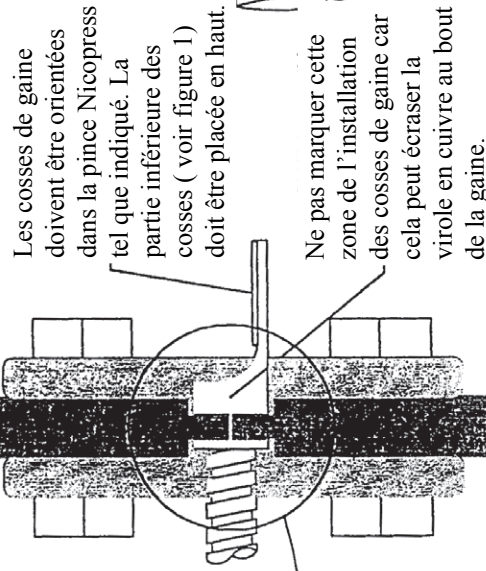

Fig. 6
- 2) Assurez vous que seulement 1/16ème de pouce de l'extrémité arrondie de l'installation ne dépasse de la fente de la fente P ou de celle de 1/8. L'installation doit être orientée dans la pince NICOPRESS comme montré dans la figure 6 pour éviter que la soudure des cosses de gaine ne cède.